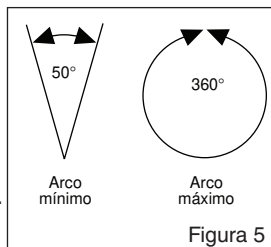

Figura 5
- 3 Ajuste a cualquier arco entre 50° y 360° (Figura 5).
3. Ajuste a cualquier arco entre 50° y 360° (Figura 5).